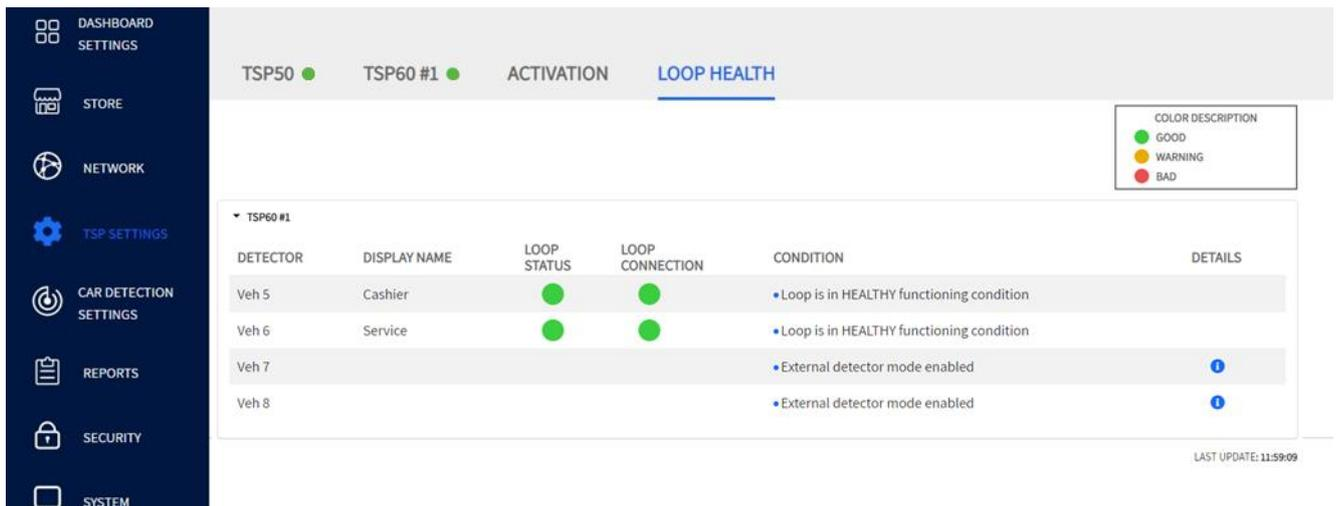

Abb. 6.5
**CONDITION:** In dieser Spalte wird der Zustand der Schleife unter Berücksichtigung von LOOP STATUS und LOOP CONNECTION beurteilt und ggf. eine Handlungsempfehlung gegeben. Das Beispiel in Abb. 6.5 zeigt für Veh 5 eine Schleife mit zwei grünen Punkten. Das bedeutet, dass alles gut funktioniert und die Schleife in gutem Zustand ist. Wenn zwei rote Punkte angezeigt werden, gibt es ein ernsthaftes Problem, und Sie werden aufgefordert, sich für die Behebung des Problems an den technischen Kundendienst von HME zu wenden.